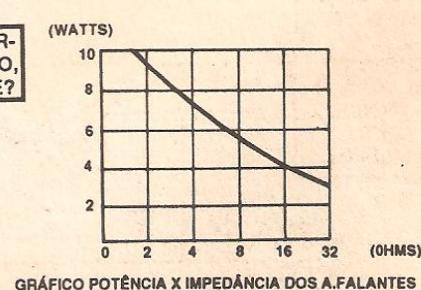

FIG. 10
- FIG. 10 - MAIS NOMOGRAMAS... - Também a relação entre IMPEDÂNCIA efetiva da carga de Saída, e MÁXIMA POTÊNCIA obtidável, é normalmente bastante proporcional, mercendo quase sempre um homograma específico nos Manuais... No caso do exemplo, notem que se o conjunto de alto-falantes acoplado à Saída mostrar impedância final de 2 ohms, a Potência pode chegar a quase 10W, enquanto que, sob impedância de 16 ohms, não mais do que 4W poderão ser obtidos... NÃO ESQUECER de inter-relacionar esses dados com os outros limites ou indicações de “proporcionalidade” do IPA (Máxima Corrente, Máxima Tensão de Alimentação, etc.).